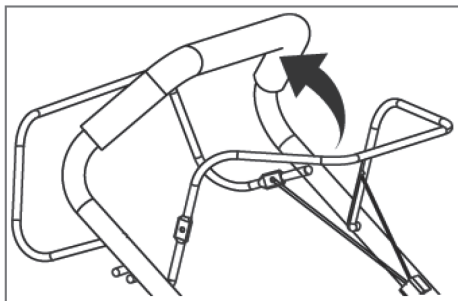

Рис. 18
- Лево́й рукой нажмите и удерживайте рычаг останова двигателя (рис. 18).